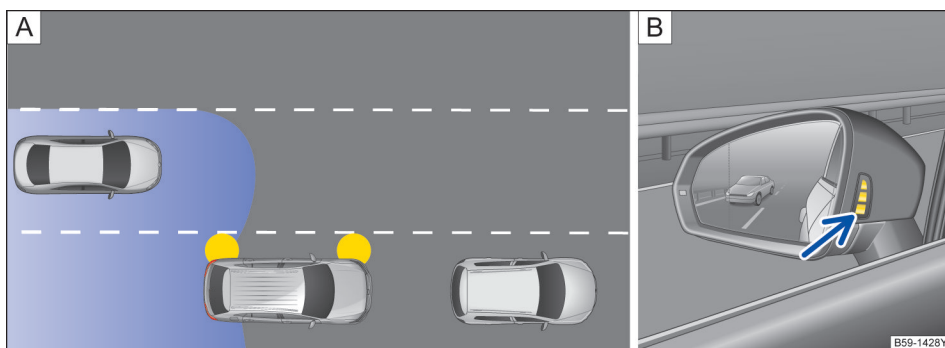
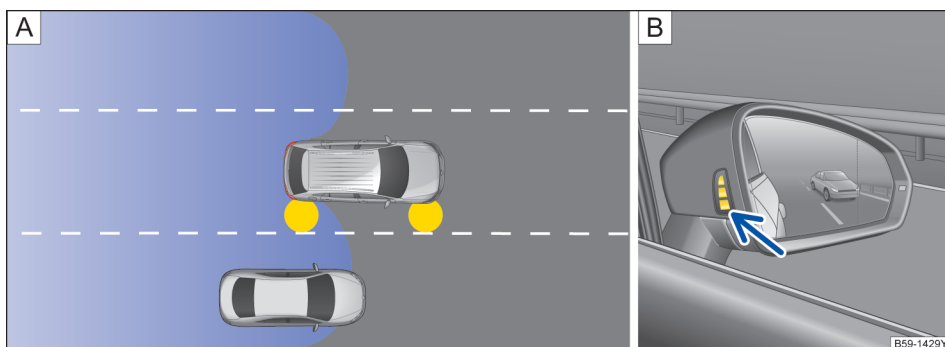

图 151 原理图：[A] 后方有车超车的行驶状况 [B] 左侧车外后视镜上的变道辅助传感器显示
图 152 原理图：[A] 超车和并道的行驶状况 [B] 右侧车外后视镜上的变道辅助传感器显示
在下列行驶状况下，车外后视镜中会亮起显示 → 图 151 [B] (箭头) 或 → 图 152 [B] (箭头)：
- 当另一辆汽车正在超越本车时 → 图 151 [A]。
- 在以约 10 km/h 的速度差超越另一辆汽车时 → 图 152 [A]。在明显快得多的超车过程时不会出现显示。